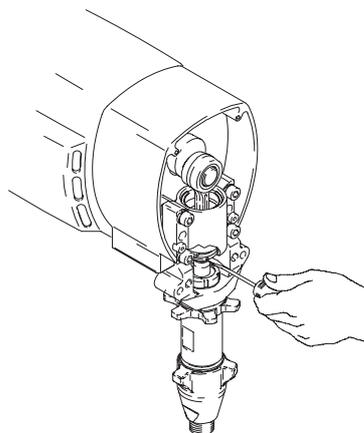

Fig. 25
3. Fig. 25. Introduzca el muelle de retención en la ranura hasta que rodee completamente la varilla de conexión.